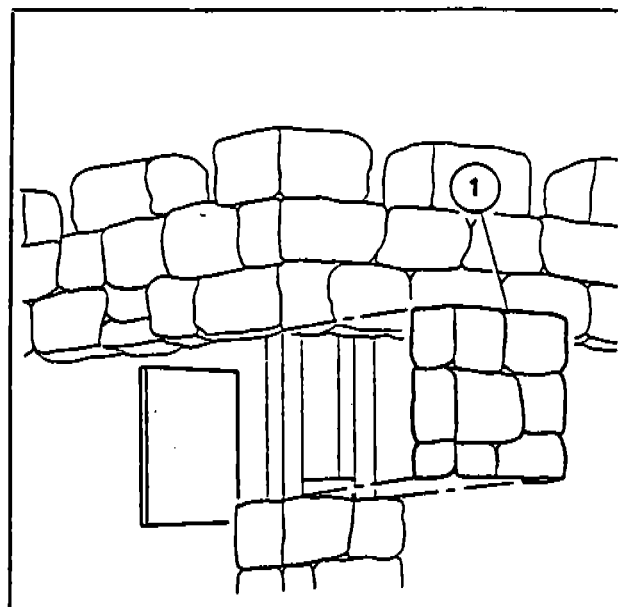

Fig. 16
- Nella versione «TETTO SASSI» inserire, nella parte superiore colonna, l'inserito (1-Fig. 16) tolto per il trasporto.